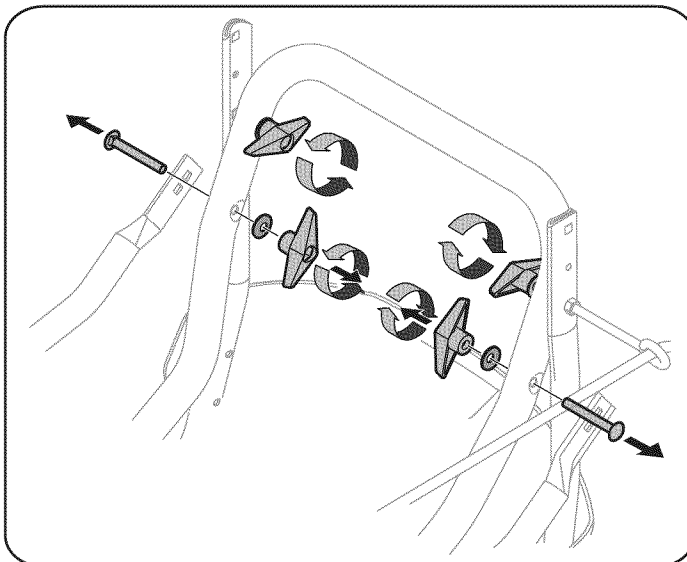

Figure 1
2. Retire la tuerca de mariposa inferior, arandela Belleville y perno del carro de cada lado de la manija superior, como se muestra en la Fig. 1.